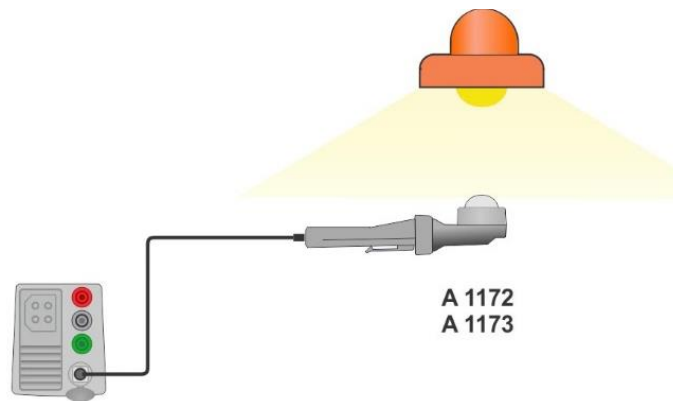

Fig. 4.100: LUXmeter probposition
- › Håll LUXmeterproben under ljuset, se **Fig. 4.100**